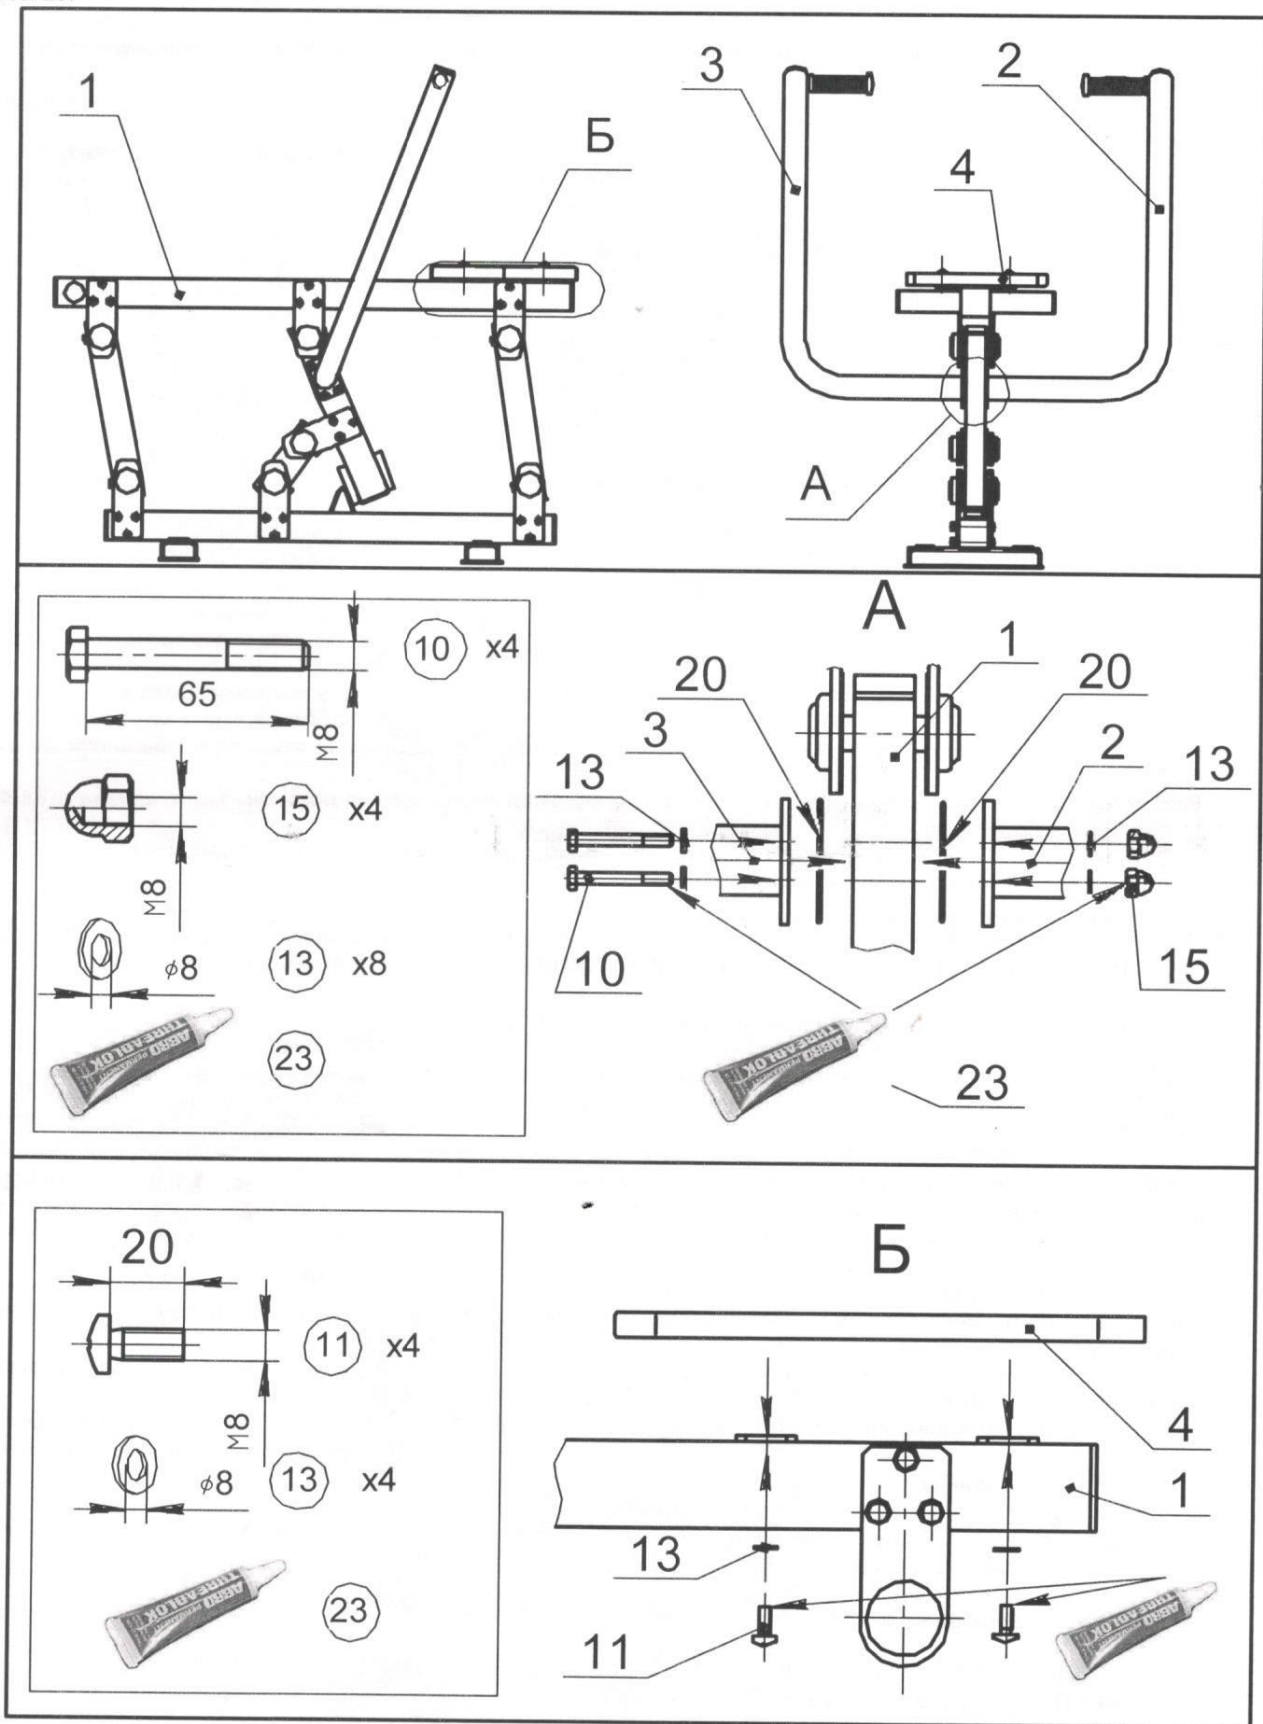

Рис.4
12.3.7 Произвести сборку тренажера по рис.4, установить рукояти поз.2 и поз.3 с применением фиксатора резьбы поз.23: